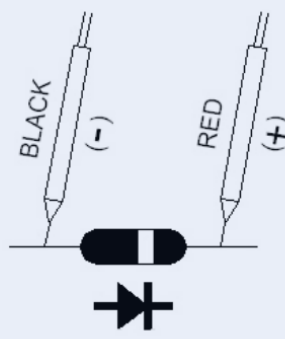

Fig. 3
b. Cuando se conecta como se muestra en la Fig. 3, se realiza una comprobación inversa en del diodo. Si el diodo bajo prueba es bueno, se mostrará " 1 ". Si el diodo bajo prueba es defectuoso, " .000 " u otros números serán mostrados. Una prueba de diodos adecuada pruebas deben incluir los pasos a. y b. anteriores.